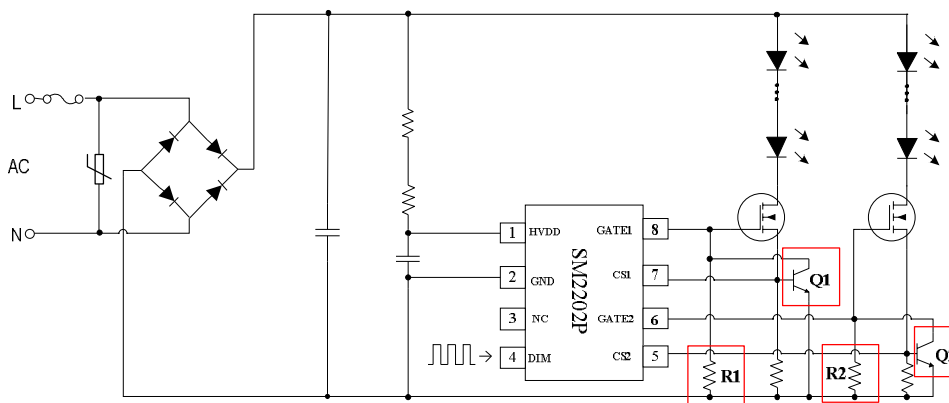

图 3 SM2202P 方案应用示意原理图
2、图 3 中的 Q1 和 Q2 两个三极管（NPN 型）主要是高 PF 系统应用时过雷击使用；
3、图 3 中的 R1 和 R2 两个电阻主要是在高 PF 系统应用时过 EMC 使用。